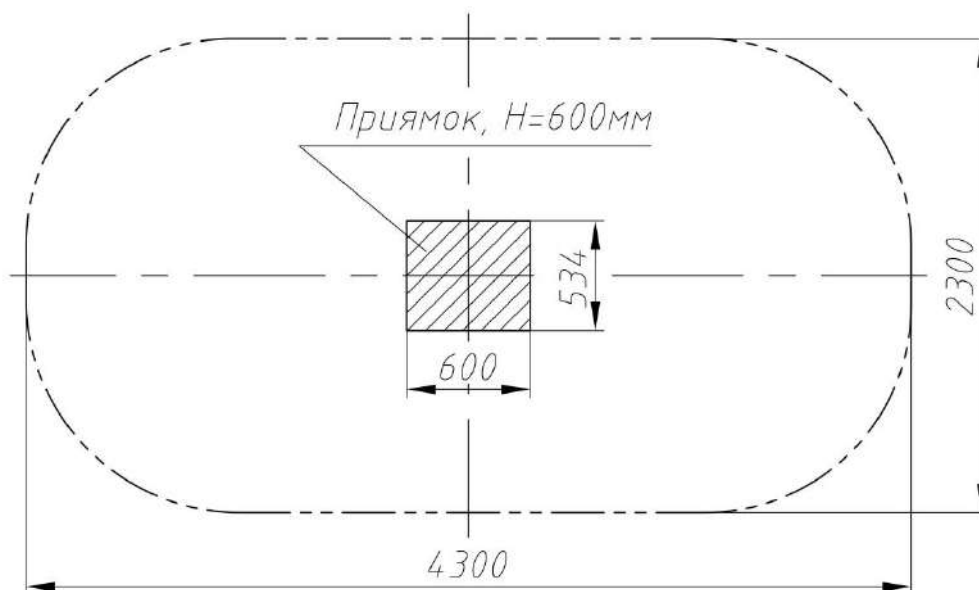

Рис.3 План фундамента балансира РТР 012.01
3.6. Монтаж детского балансира заключается в бетонировании основания. Фундаментный приямок выполнить в соответствии с планом фундамента (рис. 3).